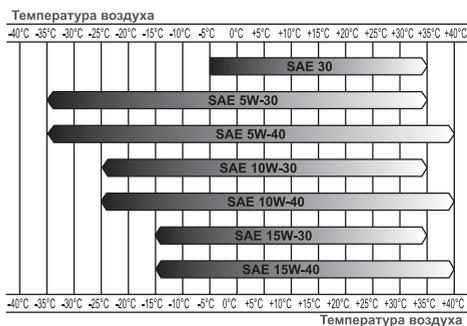

Рис. 4 Определение вязкости масла
*Нельзя применять масло для двухтактных двигателей. Рекомендуется применять моторное масло для четырехтактного бензинового двигателя категории SL и выше по системе классификации API. Вязкость масла по классификации SAE выбирается в зависимости от температуры окружающего воздуха, при которой будет работать двигатель. При выборе вязкости масла пользуйтесь таблицей, показанной на Рис. 4.*